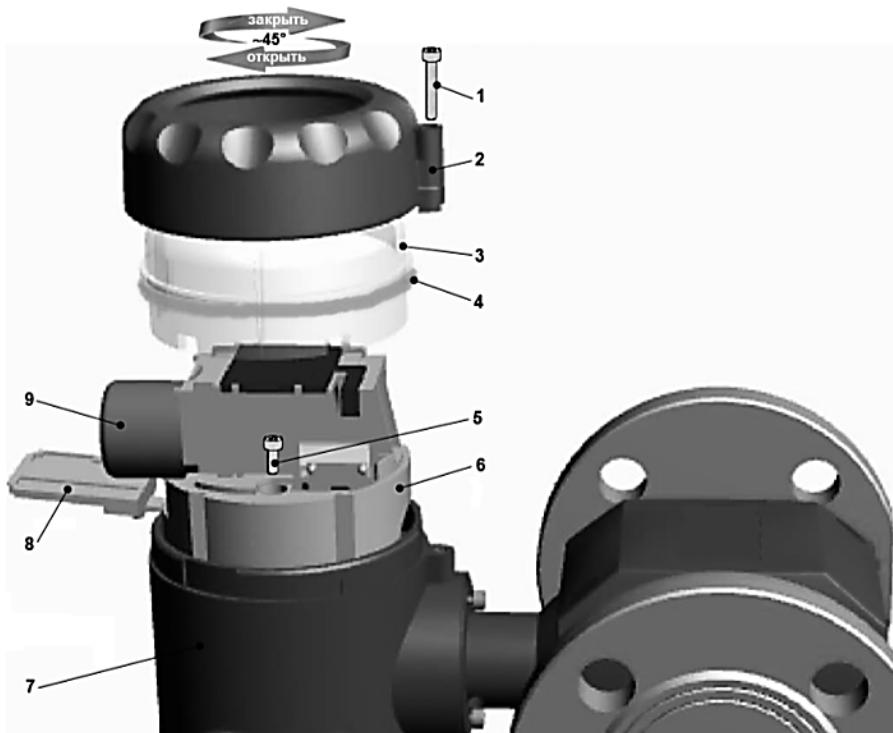

Рис. 5 – Разборка для замены батареи
- 1) Снять пломбу госпроверителя на лицевой стороне счетчика, отвинтить винт 1 на лицевой крышке 2 прибора (рис. 5).